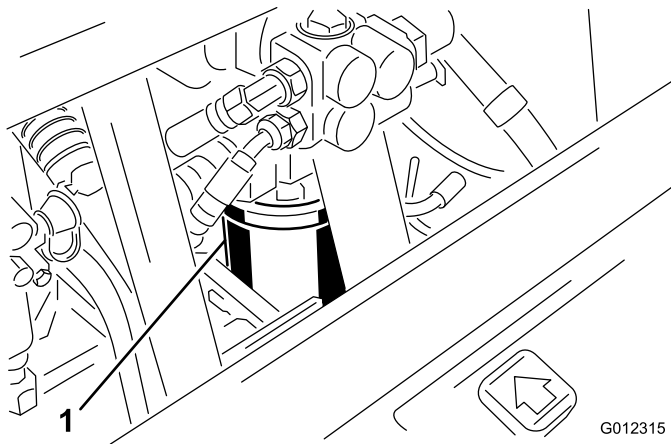

図 44
2. フィルタ取り付け部の周辺をウェスできれいにぬぐう（図 44）。フィルタの下に廃油受けを置いてフィルタを外す。